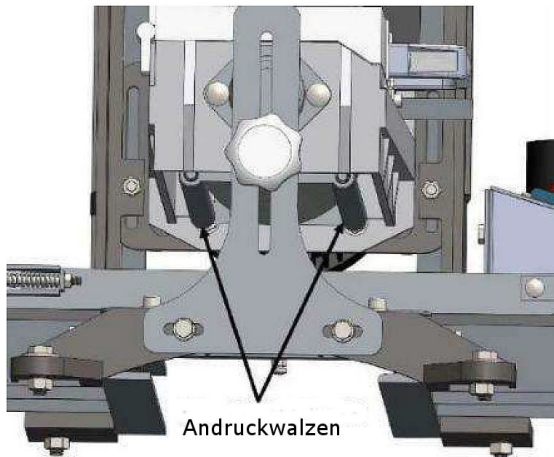

Abb. 32: Andruckwalzen
1. Tauschen Sie ein schadhaftes Schleifband sofort aus. Überprüfen Sie in regelmäßigen Abständen die korrekte Einstellung des Vorschubbandes. Schmieren Sie monatlich alle bewegten Teile (Abb.32) wie Gewindespindel, Scheiben und Lagerbüchse einschließlich der Tiefenbegrenzung, Gleitflächen und Buchsen, die mit dem Tiefensteuermechanismus verbunden sind. Verwenden Sie hierfür kein Öl oder Fett, da es dazu neigt, Sägemehl zu binden.